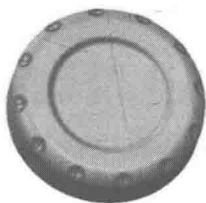

图 1.13 环形阵列 1
Step8. 创建图 1.13 所示的环形阵列 1。在 **阵列** 区域中单击 按钮，选取“旋转 2”与“圆角 4”为要阵列的特征，选取“Y 轴”为环形阵列轴，阵列个数为 12，阵列角度为 360° ，